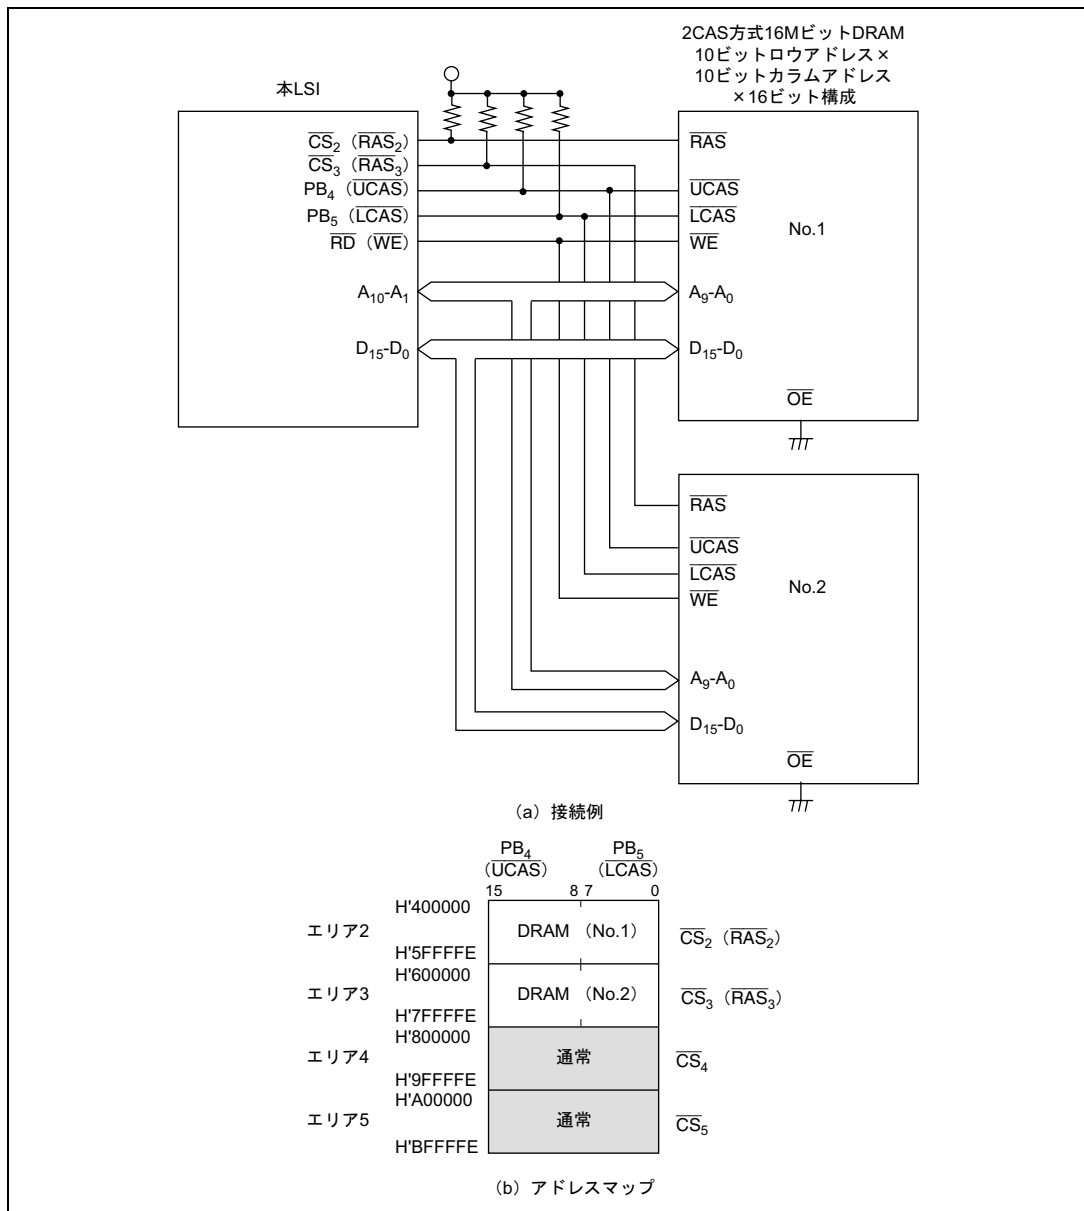

図 6.31 ×16 ビット構成(2CAS 方式)の 16M ビット DRAM の接続例とアドレスマップ
- (1) 図6.31に×16ビット構成（2CAS方式）の16MビットDRAMを2個使用する場合の接続例とそのアドレスマップを示します。本例では10ビットロウアドレス×10ビットコラムアドレスのタイプのものを使用しています。エリア2～5をDRAM空間に設定することにより最大4個のDRAMを接続できます。